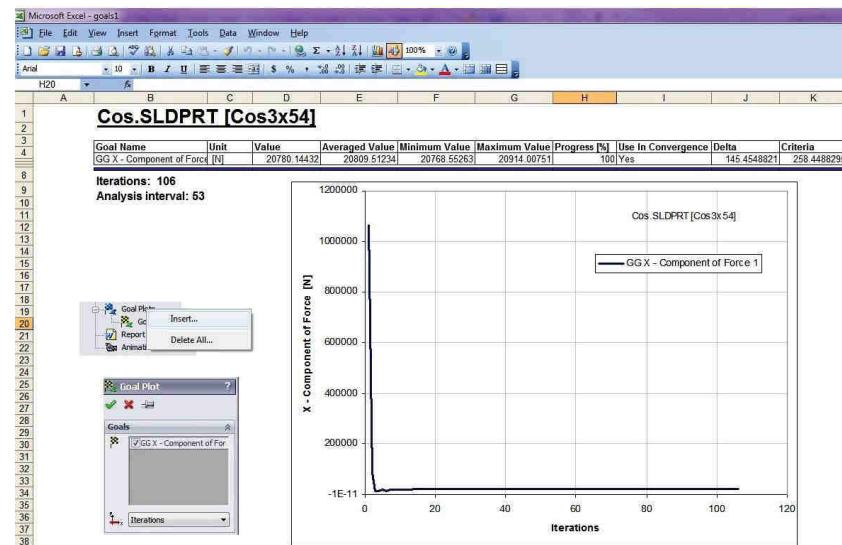

Fig. 14.10
- În arborele analizei de curgere, sub ramura **Results**, click dreapta pe icoana **Goal Plots** și selecție opțiune **Insert**. Va apărea fereastra **Goal Plot**, fig. 14.10.
- Click **OK**. Fișierul Excel **Goals1** va fi creat, fig. 14.10.
- In the Flow Simulation Analysis tree, under **Results**, right-click the **Goal Plots** icon and select **Insert**. The **Goal Plot** dialog box appears, fig. 14.10.
- Click **OK**. The **Goals1** Excel workbook is created, fig. 14.10.
Valoarea forței aerodinamice furnizată în Excel prin opțiunea **Goal Plot** este **20780 N**, fig. 14.10, comparativ cu valoarea **21384 N**, calculată prin rel. (4).
The aerodynamic force value resulted from the **Goal Plot** option, fig. 14.10, is **20780 N**, compared to the **21384 N** value, calculated through rel. (4).